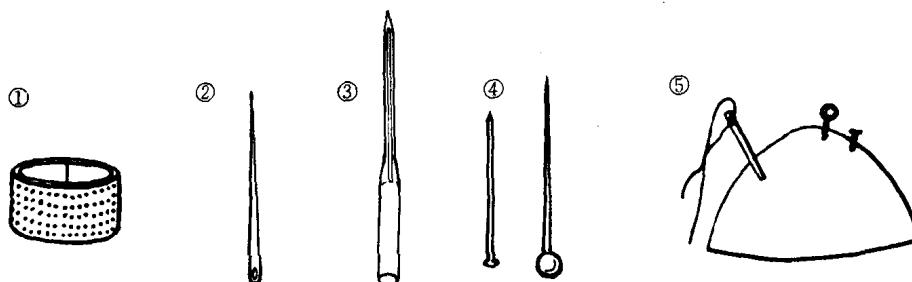

图 1-4
手缝衣物时戴在右手中指的第一、第二关节之间，顶住手针的针尾起推进作用(见图 1-4①)。选择凹孔密集、较深的顶针比较便于使用。
手缝衣物时用的针，针鼻儿呈椭圆形，型号有 12 种。1 号针最大，多用于缝制棉被；12 号针最小，一般情况下很少用到；常用的型号是 4 至 9 号，4 号用于缝垫肩等较厚的东西，9 号用于绣花等纤巧细致的部位；制作服装时用的最多的手针是 5 号和 6 号(见图 1-4②)。
机缝衣物时用的针，有家用、工业用之分，也有多种型号。号码越大，针越大越粗，针孔也越大。通常多使用 9 号、11 号、14 号机针。针体不易弯曲、针鼻儿和针槽端正光洁、针尖细且尖锐的便于使用，否则可能出现跳针、断线、针眼粗大、刺断纱线等问题(见图 1-4③)。
在固定纸样或布料、立体裁剪、试样或试穿等情况下所使用的工具(见图 1-4④)。
用于插针的工具(见图 1-4⑤)。用布包裹毛发、毛线、米糠等材料制成，直径 6~10 厘米。戴在手腕上取针方便，而且可以使针滑润和防止生锈。